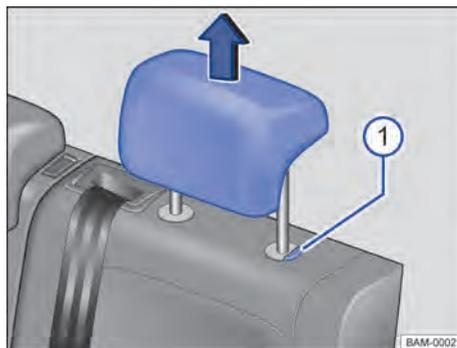

Fig. 71 Apoios para cabeça traseiros: desinstalar.
- Retirar o apoio para cabeça com o botão → Fig. 71 ① pressionado.
- Empurrar o apoio para cabeça para baixo com o botão → Fig. 71 ① pressionado. ▶